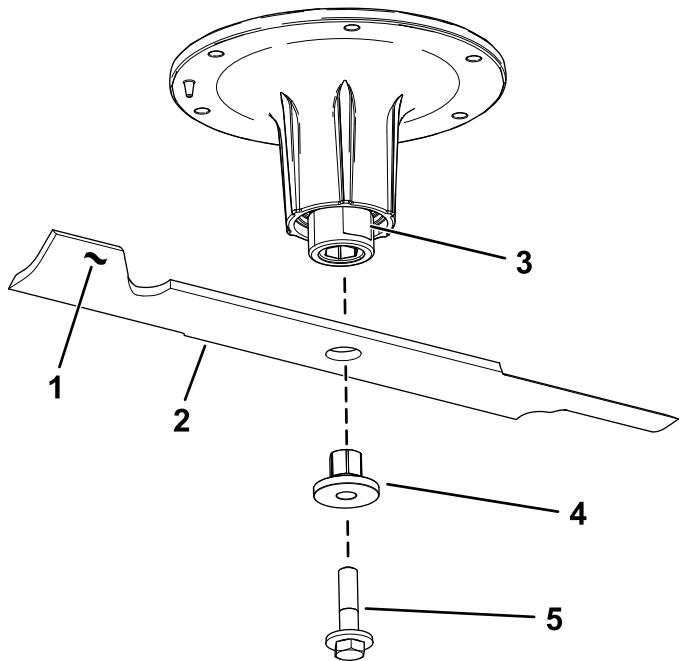

Figura 72
- Retire el perno de la cuchilla, el buje y la cuchilla del eje (**Figura 72**).